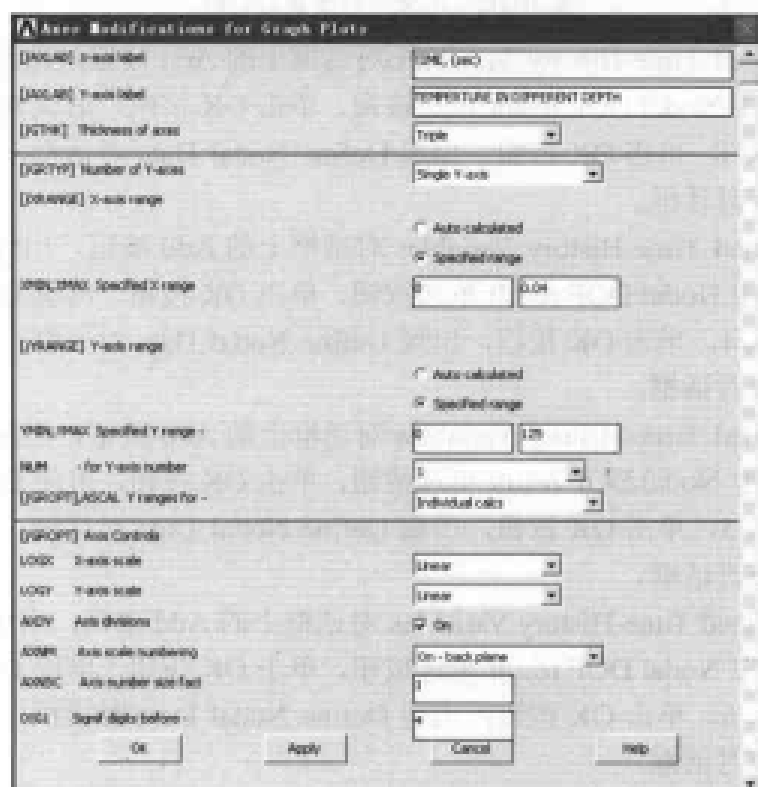

图 10-61 坐标轴选项设置对话框
(3) 选择 Utility Menu | PlotCtrls | Style | Graphs | Modify Axes 命令，出现 Axes Modifications for Graph Plots 对话框，参照图 10-61 对其进行设置，单击 OK 按钮关闭该对话框。